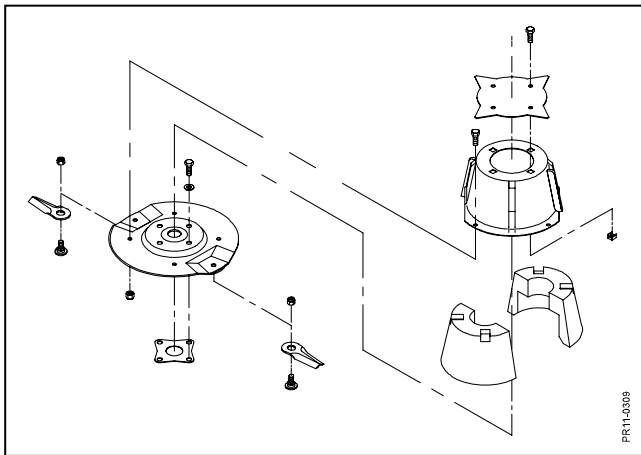

Fig. 5-6
- Fig. 5-6** De to flowforstærkere i siderne er udfyldt med skumblokke, for at undgå ubalance. Det er vigtigt, at skumblokkene forbliver ubeskadigede, så flowforstærkerne ikke kan fyldes op med støv og urenheder.